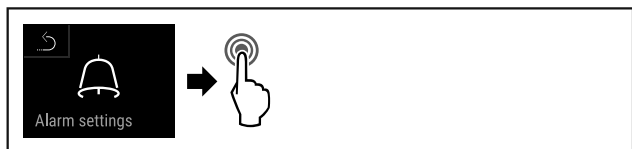

Fig. 154
- ▶ Eseguire i passi (vedere Fig. 154) .